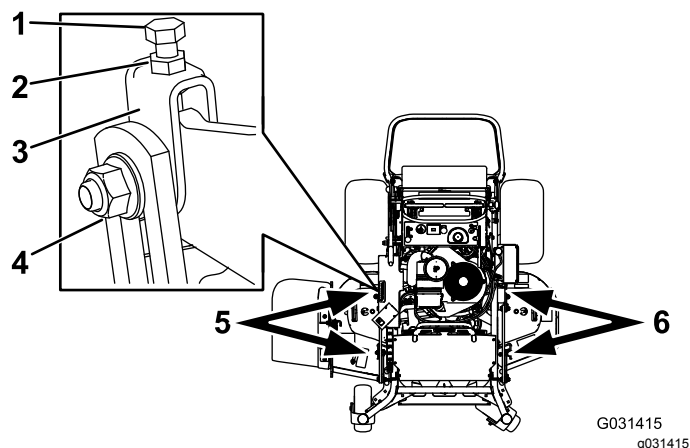

Figura 81
1. Allentate il dado laterale e il controdado nelle forcelle che desiderate regolare (Figura 81).
2. Ruotate il bullone superiore delle forcelle per regolare l'altezza del piatto di taglio (Figura 81).